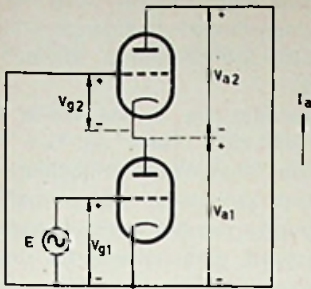

Fig. 9
③ Bereken de anode-wisselstroom als functie van de tijd in de schakeling van fig. 9, wanneer de karakteristieke grootheden van de beide gelijke buizen gegeven zijn als  $S$ ,  $R_i$  en  $\mu$  en de roosterwisselspanning  $E = \hat{e} \sin \omega t$ .